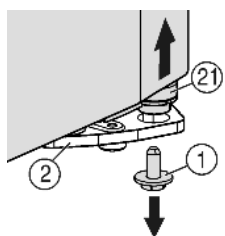
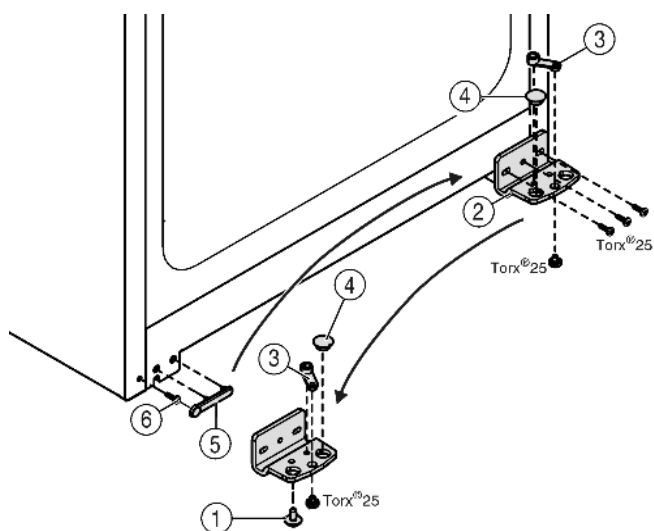

Fig. 4
Fig. 5
- ▶ Внизу справа на опорном кронштейне выкрутите фиксирующий винт Fig. 4 (1).
- ▷ Опорный палец Fig. 4 (21) можно извлечь из опорного кронштейна Fig. 5 (2).
- ▶ Если не удастся извлечь опорный палец Fig. 4 (21), нажмите на него снизу.
- ▶ Открутите опорный кронштейн Fig. 5 (2).
- ▶ Открутите опорную деталь Fig. 5 (3) и, переставив в отверстие на противоположной стороне опорного кронштейна, снова прикрутите.
- ▶ Извлеките заглушку Fig. 5 (4) из опорного кронштейна и переставьте ее в отверстие на противоположной стороне опорного кронштейна.
- ▶ Осторожно снимите крышку со стороны ручки Fig. 5 (5).
- ▶ Выкрутите болт Fig. 5 (6) и вкрутите на противоположной стороне.
- ▶ Снова установите крышку Fig. 5 (5).
- ▶ Снова прикрутите опорный кронштейн Fig. 5 (2) на новой стороне шарнира (с моментом 4 Нм). При необходимости используйте аккумуляторный шурупверт.
- ▶ Вкрутите фиксирующий винт Fig. 4 (1) внизу в опорный палец и затяните (с моментом 4 Нм).